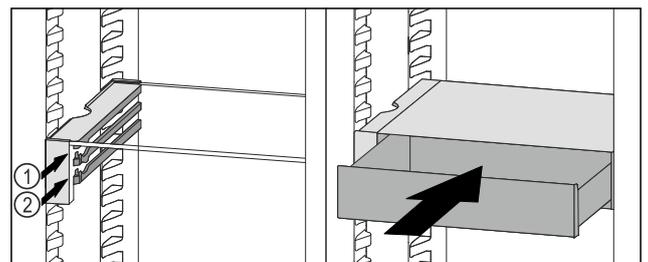

Fig. 90
- ▶ Posizionare il cassetto VarioSafe dietro i tappi sulla nervatura desiderata Fig. 90 (1) o Fig. 90 (2).